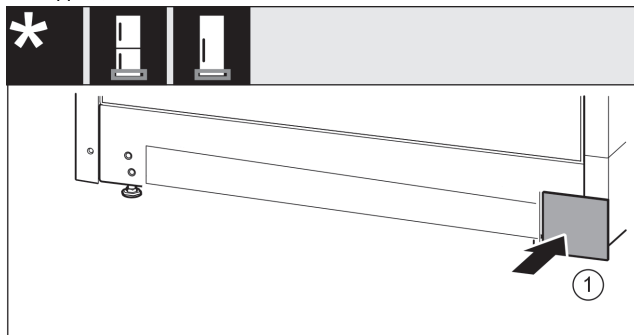

Fig. 37
- ▶ Поставете капака отново върху другата страна. Fig. 37 (1)